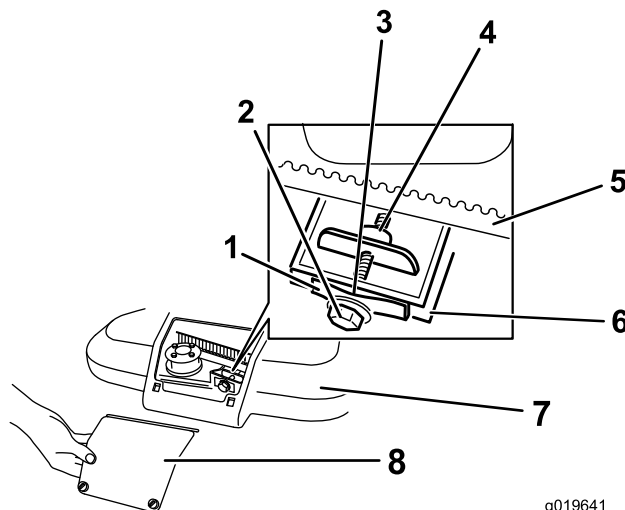

Figura 39
1. Afloje los 2 tornillos del panel de acceso a la cubierta de la correa y retire el panel (Figura 39).
3. Sujete una galga de 0,255 mm, un trozo de papel o una tarjeta contra el tabique y deslícela hacia abajo por detrás del muelle tensor de la correa (Figura 39).
**Nota:** Si hay un espacio visible entre la galga y el muelle, apriete el perno de ajuste y la contratuerca hasta que el papel apenas pueda deslizarse libremente por el espacio (Figura 39).